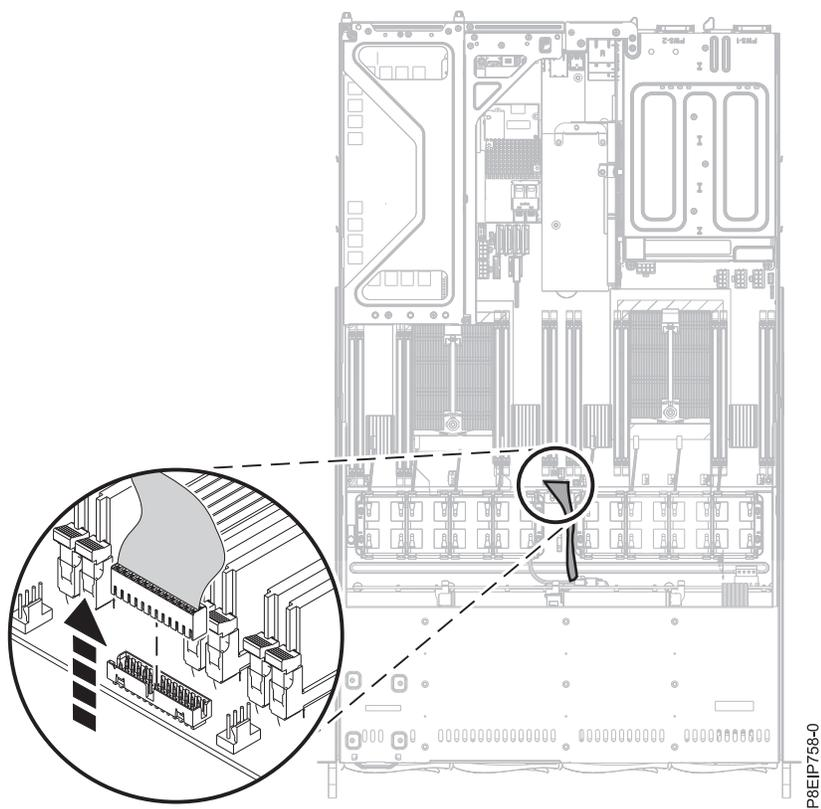

Figura 31. Removendo o cabo do painel do operador
10. Remova o cabo do painel do operador do painel traseiro do sistema conforme mostrado na Figura 31 na página 34.